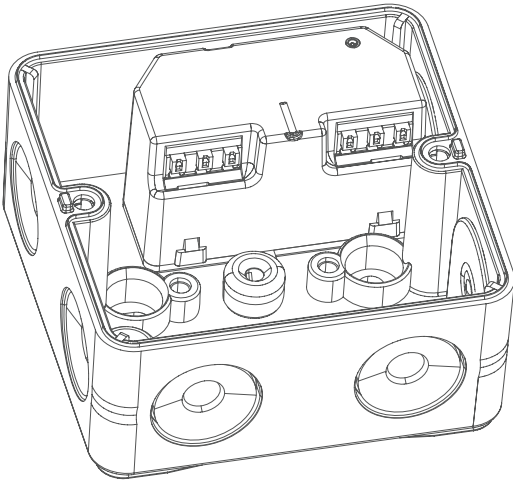

Abbildung 3
- Anschlussklemme 2 (C): „Hoch“
- Anschlussklemme 1 (D): „Runter“
- Schließen Sie den Außenleiter an die Anschlussklemme L (D) an
- Schließen Sie den Neutraleiter an die Anschlussklemme N (E) an
- Anschlussklemme S1 (G): „Runter“
- Anschlussklemme S2 (H): „Hoch“
- Setzen Sie den Aktor in eine geeignete Aufputzdose (z. B. Abox 025 oder Abox 040) (s. Abbildung 3).